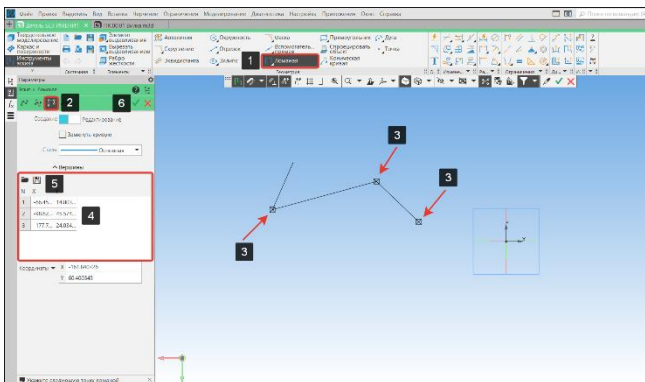
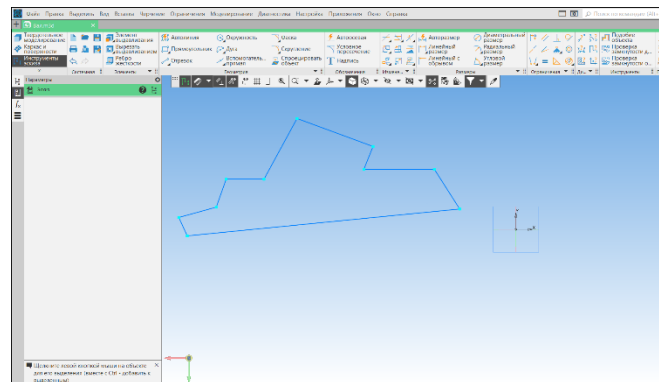

Рисунок 90 - Команда Ломаная
Рисунок 91 - Предварительный эскиз
- Создадим профиль будущего вала. На панели геометрия выберем команду сплайн (1) подоперация ломаная (2) (Рисунок 90);
- В графической зоне создадим эскиз последовательно указывая точки вершин (3) (Рисунок 90). Количество колен должно соответствовать чертежу «Вал» (Рисунок 91);
- В окне Вершины (4) отображаются все созданные вершины, координаты которых можно изменить, сохранить или загрузить с диска (5) (Рисунок 90);